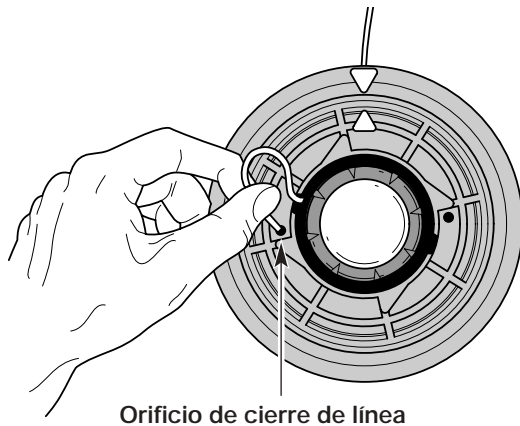

Fig. 14
5. Inserte la línea en el orificio de cierre (Fig. 14). No empuje la línea más de 12,7 mm (1/2 pulgada) dentro del orificio de cierre. Cuando la línea está bien insertada, formará un bucle pequeño (Fig. 14).